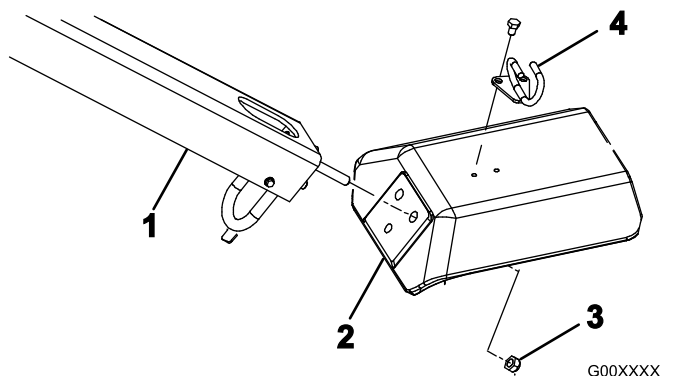

图4
- 将手柄安装螺栓插入固定叉的孔中图4。
- 用 3 个锁紧螺母 1/2 英寸将手柄螺栓固定到固定叉上图4。
- 用 2 个螺栓 5/16 x 1/2 英寸将拉线导管安装至固定叉的顶部图4。